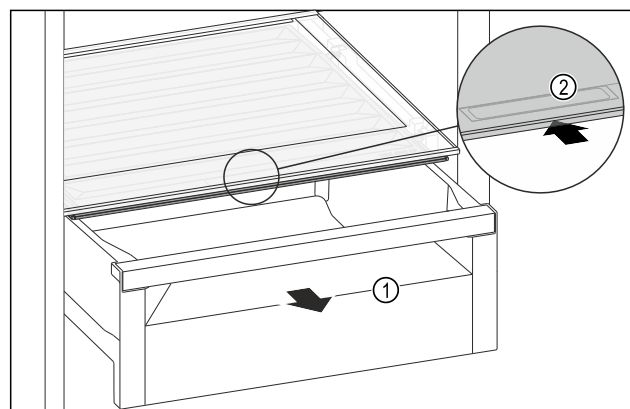

Fig. 136
- Estrarre il cassetto Fig. 136 (1).
- Afferrare la maniglia incassata Fig. 136 (2) sul coperchio dello scomparto e spingere allo stesso tempo all'indietro il coperchio dello scomparto.